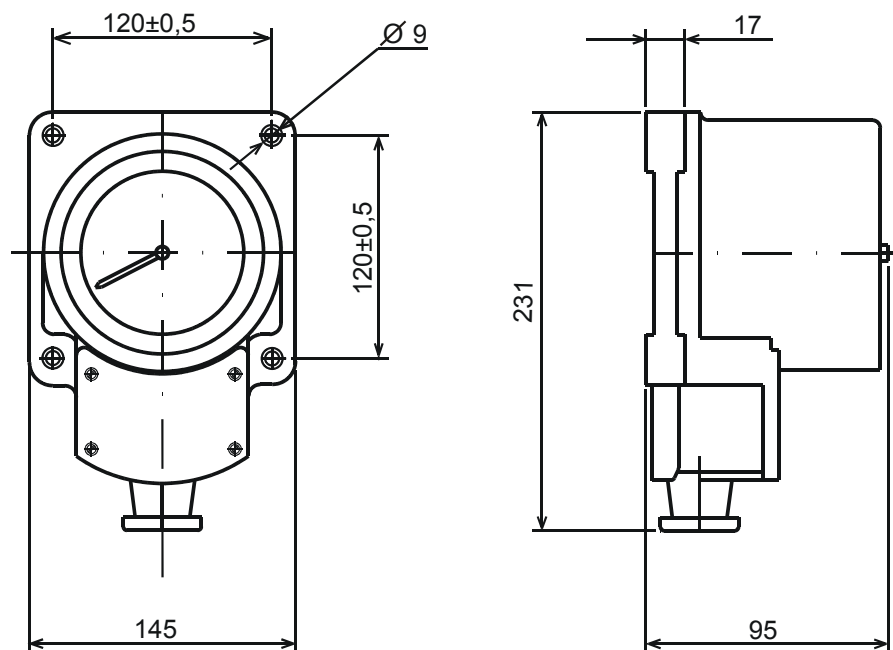

Рис. 1
7.2 Производить разметку щита для монтажа прибора в соответствии с рис. 1.